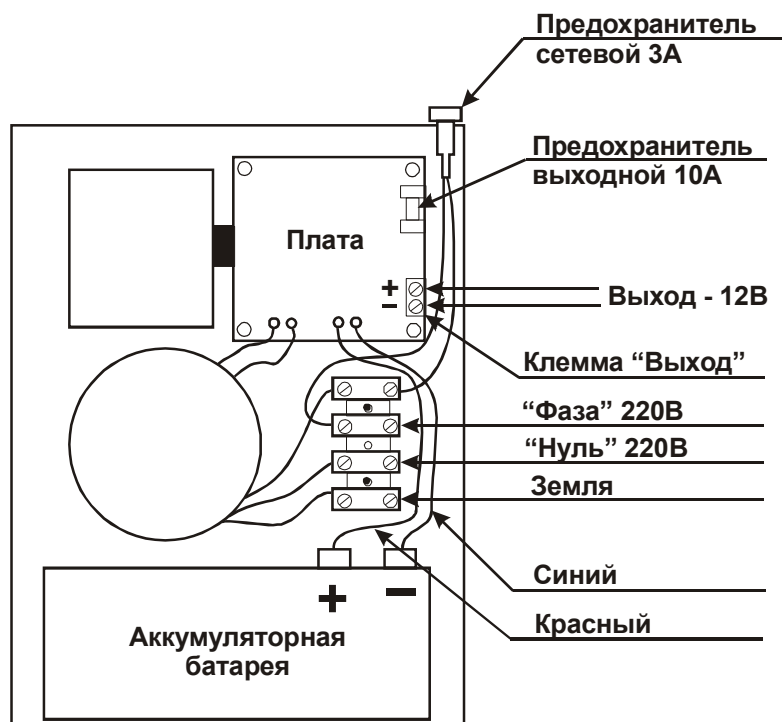
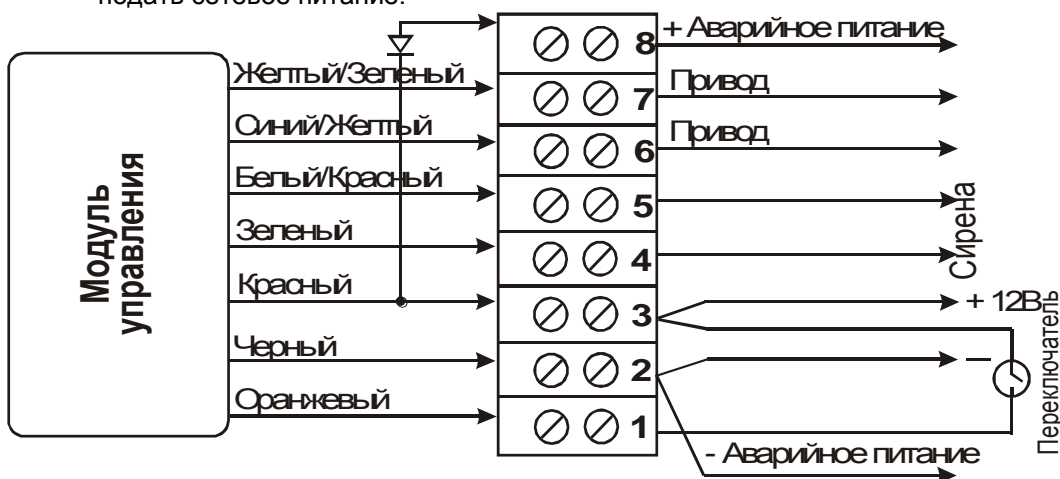
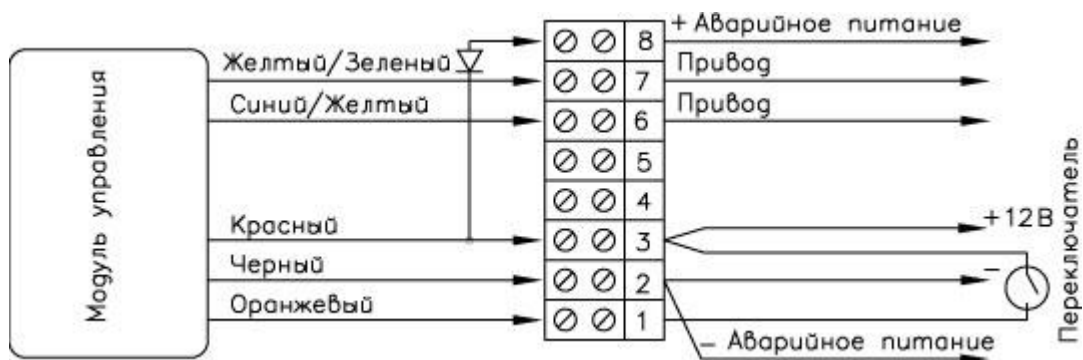

Рис. 8 Монтажная схема блока бесперебойного питания FL-1, FL-2 и FL-V (для ББП – 20)
Рис. 9 Схема подключения радиоэлектронного блока управления FL-1, FL-2 и FL-V.(для БП- 20)
Рис.11 Схема подключения радиоэлектронного блока управления FL-1, FL-2 и FL-V.(для ББП- 30)
- подключить провод сетевого питания (~220В) к клеммам сетевой колодки согласно монтажной схеме (рис.8), соблюдая фазировку. Следует использовать сетевой провод ШВВП 2×0,75мм² или аналогичный ему.
- подключить провода с клеммы «Выход» (рис.8) к клеммам 2 и 3 (рис.9), **соблюдая указанную полярность**.
- подключить оставшиеся провода (рис.9);
- Подключить кабель сетевого питания (~220В) к клеммам сетевой колодки согласно монтажной схеме (рис.8), соблюдая фазировку
- подключить провод сетевого питания (~220В) к клеммам сетевой колодки согласно монтажной схеме (рис.8 или рис.10), соблюдая фазировку. Следует использовать сетевой провод ШВВП 2×0,75мм² или аналогичный ему.
- подключить провода считывателя, кнопки выхода к контроллеру, и замок к выходу модуля сопряжения согласно схеме подключения (рис.9 или рис.11);